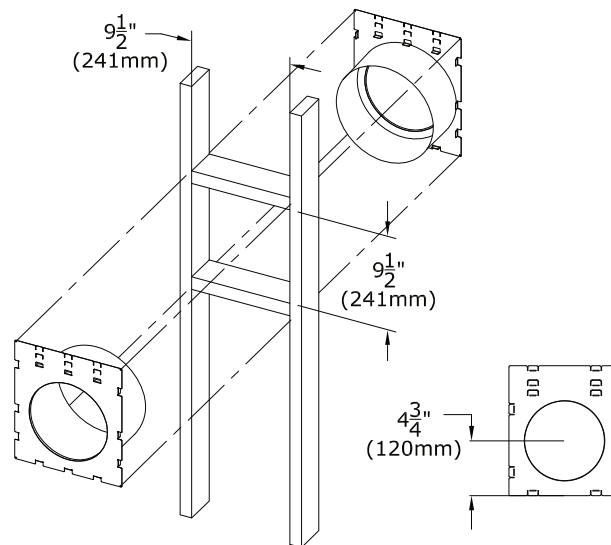

Figure 3.5 - Dégagements du conduit d'évacuation horizontal
Voir la FIGURE 3.5 ci-dessous pour les dégagements suivants:
1. Mesurez la distance entre le plancher du foyer et le centre du point de traversée murale prévu du conduit d'évacuation. Les dimensions du conduit rigide de la FIGURE 3.5 utilisent un coude Simpson DuraVent.